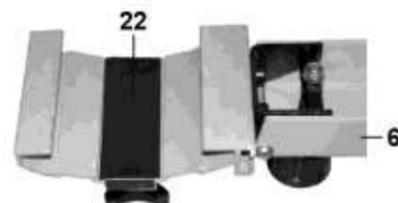
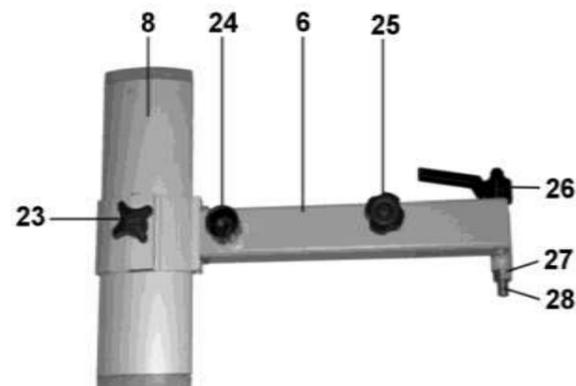

Рис.5
Рис.6
9.1.1. Для сборки кронштейна (6) защитной планки строгального вала (8) необходимо в кронштейн (6) вставить пластину (22), Рис.5. Выкрутите против часовой стрелки ручку фиксации защитной планки строгального вала (23) и, как показано на Рис.6, вставьте защитную планку (8), ручкой фиксации защитной планки строгального вала (23), зафиксируйте положение защитной планки (8).